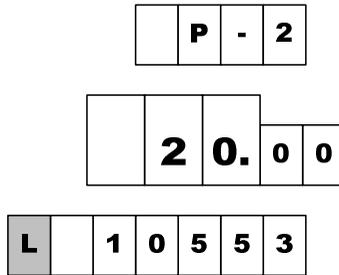

Рисунок 2
9.6 Предусмотрен режим работы, когда на табло вместо суммы к оплате отображается значение суммарного счетчика рукава с мигающим символом "**L**" в старшем разряде, а вместо цены за литр – номера рукава с символами "**P-**" (рис. 2).